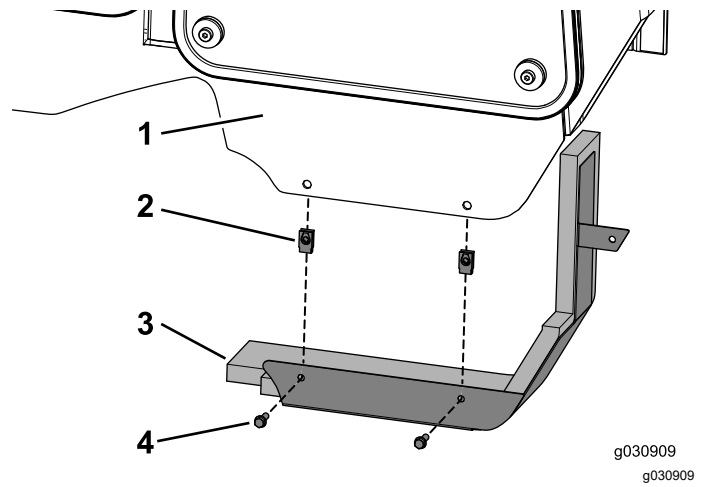

图 30
1. 将 2 个夹紧螺母安装到驾驶室机架上 图 30。
2. 用 2 个螺栓 1/4 x 3/4 英寸将面板组件固定到驾驶室如 图 30 所示。